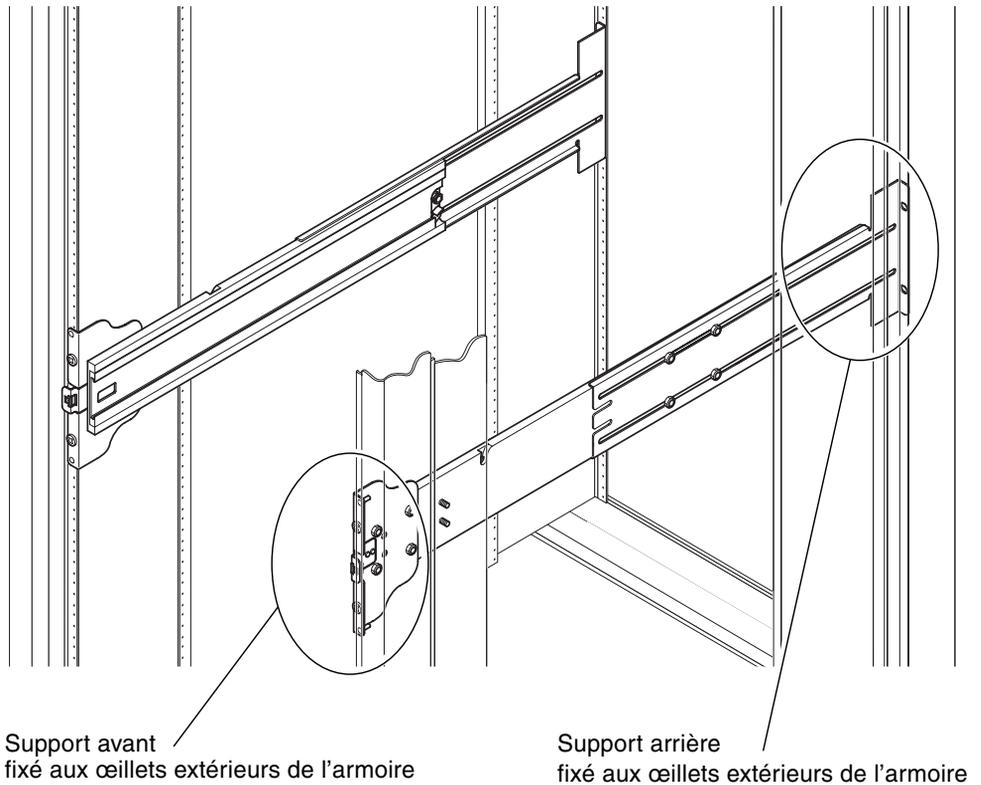

FIGURE 1-7 Installation des rails dans une armoire Sun Rack 900 ou à 4 montants de 19 pouces
3. Insérez les broches du support avant dans les trous 22 et 33 de l'armoire (voir FIGURE 1-7).
3. Insérez les broches du support avant dans les trous 58 et 69 de l'armoire (voir FIGURE 1-7).
3. Fixez le support arrière à l'aide de deux vis 10-32 UNF (voir FIGURE 1-7).
4. Fixez le support avant à l'aide de deux vis 10-32 UNF (FIGURE 1-7).